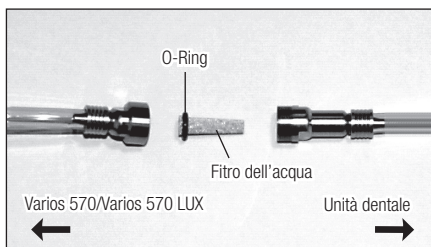

Fig.20
- 3) È possibile rimuovere il filtro dell'acqua quando dopo averlo estratto dal relativo alloggiamento come illustrato nella Fig. 20.